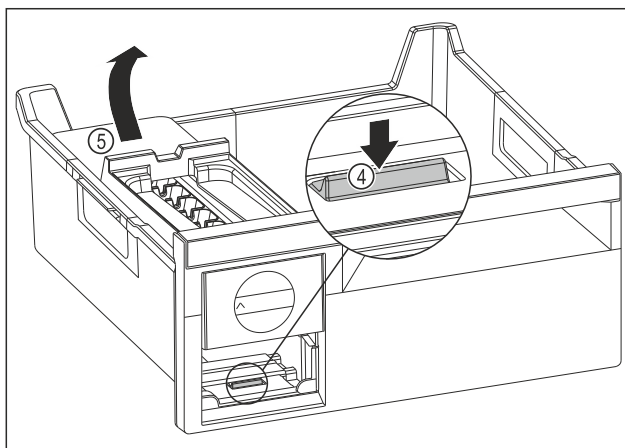

Fig. 141
- ▶ Vegye ki az EasyTwist-Ice egység testét: Nyomja le a fület *Fig. 141 (4)* az ujjával, és ezzel egyszerre emelje meg a másik kezével hátulról az EasyTwist-Ice egység testét *Fig. 141 (5)*.